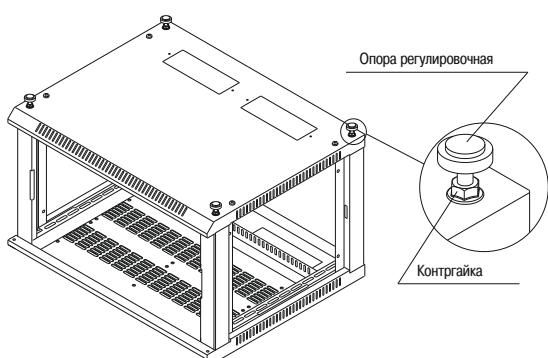

Рисунок 5
1.5 Если шкаф будет устанавливаться на горизонтальную поверхность, то вместо четырёх винтов M6×16 по углам дна вкрутите регулировочные опоры (рисунок 5) и зафиксируйте их контргайками.